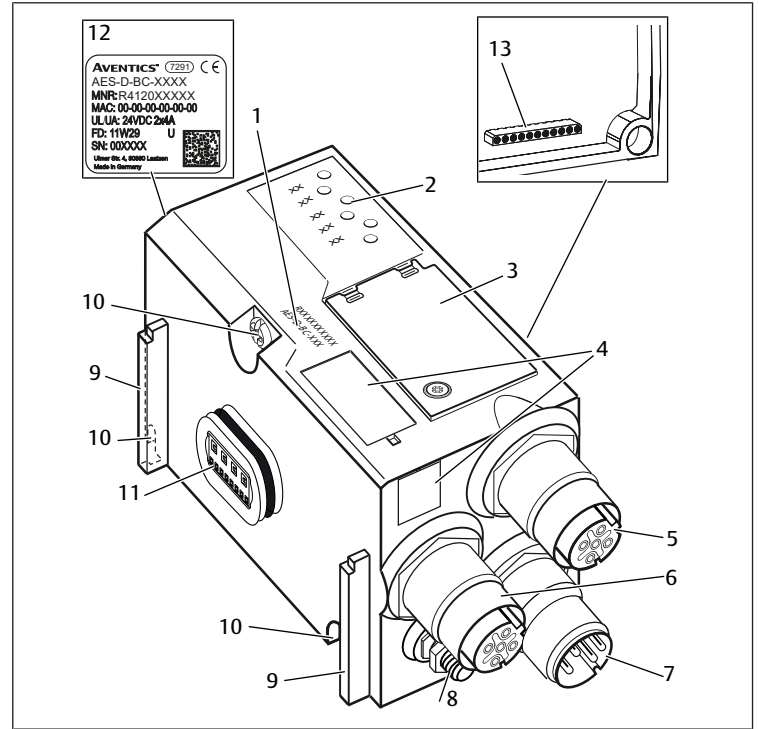

Bild 3: Fältbusnod
5. Lossa fästskruvarna (se Bild 3: Fältbussnod (10)). Ejot TORX PLUS®/AUTOSERT® 20IP rekommenderas
2. Montera textskylten från den gamla fältbussnoden på den nya fältbussnoden, eller fyll i fältet avsett för märkning av komponenten (se Bild 3: Fältbussnod (4)) på den nya fältbussnoden.
3. Ställ omkopplaren på den nya fältbussnoden i samma läge som på den gamla. För detta öppnar du inspektionsfönstret (se Bild 3: Fältbussnod (3)). Kontrollera att tätningarna sitter korrekt när du stänger siktöfönstret.
5. Sätt i de tre fästskruvarna (se Bild 3: Fältbussnod (10)) i hålen på fältbussnodens vänstra sida och dra åt dem. Åtdragningsmoment: 1,5–1,8 Nm med drivmaskin Ejot TORX PLUS®/AUTOSERT® 20IP